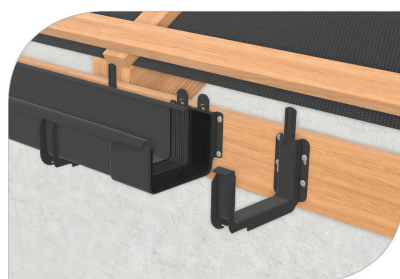

рис. 5
1.9 В системе Galeco STAL2 соединитель желобов крепится к лобовой доске, и служит только для соединения желобов (рис. 5).
3.6 Приступая к установке водосточной системы сначала установите заглушку желоба, который монтируется первым. Для этого нанесите на внутреннюю поверхность заглушки, клей и установите заглушку на конец первого желоба. Нанесите клей изнутри в месте, где края желоба соприкасаются с заглушкой. Затем поместите желоб в кронштейн (рис. 5).